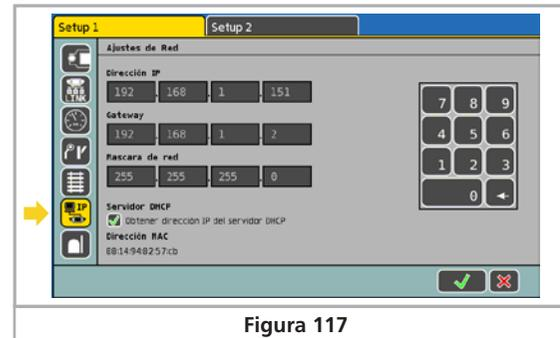

Figura 117
- Introduzca los valores adecuados para su red doméstica en los campos „IP Address“ y „Máscara de Red“. Si usted pone el ejemplo de arriba en práctica introduzca los valores precisamente como son mostrados en la figura 117.
- Abra la configuración de red como en la figura 117.